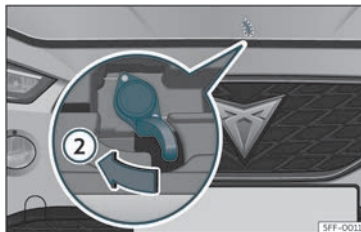

Fig. 184 Alavanca sob o capô.
- Para levantar o capô, pressione para a esquerda com a palma da mão para baixo a alavanca situada sob o capô, no centro »» Fig. 184 ②. Os ganchos de fixação ficam desbloqueados.